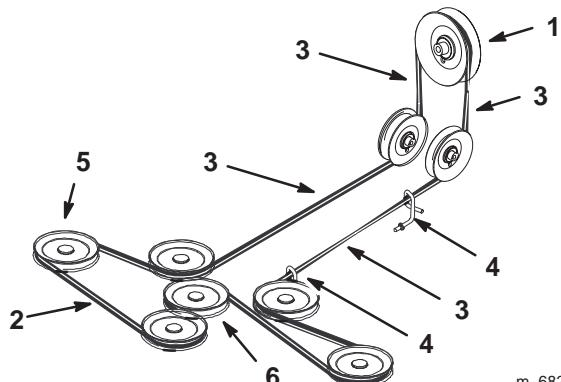

Figura 72
**Importante** Compruebe que la correa no está demasiado retorcida entre una polea y otra. Asegúrese de que no sobrepase lo especificado en la Figura 72.